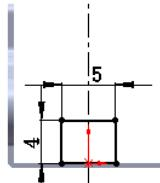

图 12.5.18 边线一法兰 2 草图
(3) 定义法兰参数。
① 定义法兰角度值。在 **角度(G)** 区域中的 **文本框** 中输入角度值 90.0。
② 定义长度类型和长度值。在 **法兰长度(L)** 区域的 **下拉列表** 中选择 **给定深度** 选项，在 **文本框** 中输入深度值 4.0。
③ 定义法兰位置。在 **法兰位置(N)** 区域中单击“折弯在外”按钮 .
(4) 单击 **确定** 按钮，完成边线一法兰 2 的初步创建。
(5) 编辑边线一法兰 2 的草图。在设计树的 边线-法兰2 上右击鼠标，在弹出的快捷菜单中单击“编辑草图”按钮 ，系统进入草图环境。绘制图 12.5.18 所示的草图。退出草图环境，此时系统完成边线一法兰 2 的创建。